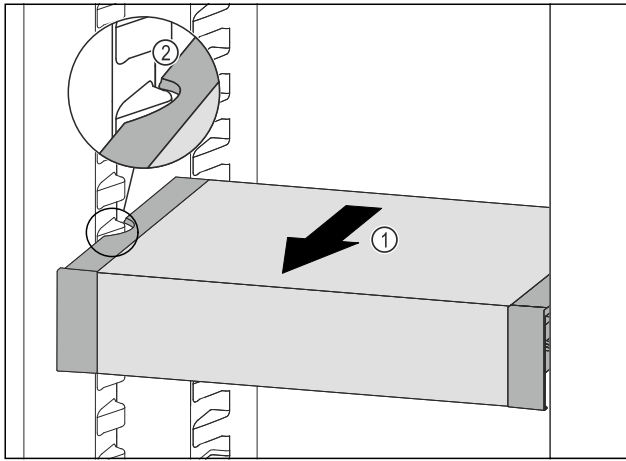

Fig. 185
- ▶ VarioSafe nach vorne ziehen Fig. 185 (1), bis sich die seitlichen Aussparungen des VarioSafes auf Höhe der Behälterterrierpe im Kühlteil befinden. Fig. 185 (2)